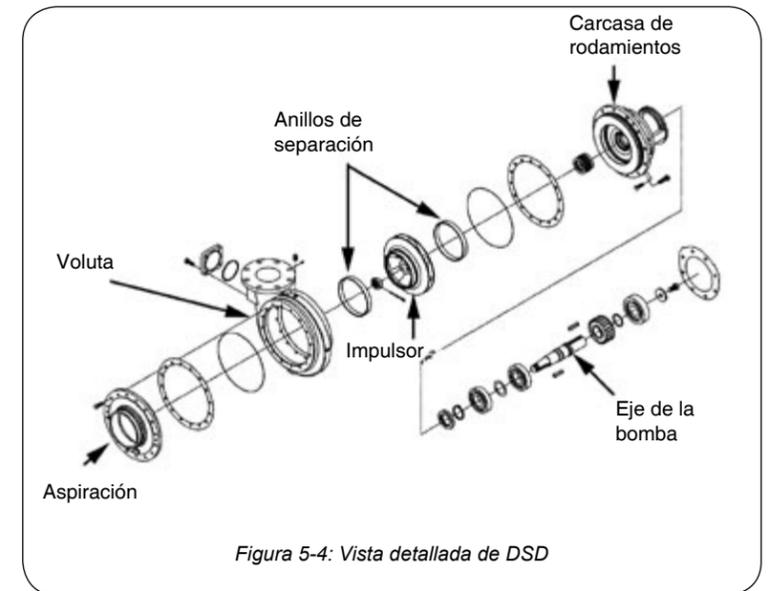

Figura 5-4: Vista detallada de DSD
1. Desconecte las tuberías de aspiración, descarga, enfriamiento y todo cableado eléctrico. Haga una marca en la carcasa de rodamientos, voluta y cabezal de aspiración para garantizar que se alineen adecuadamente al volver a montar. Figura 5-4.